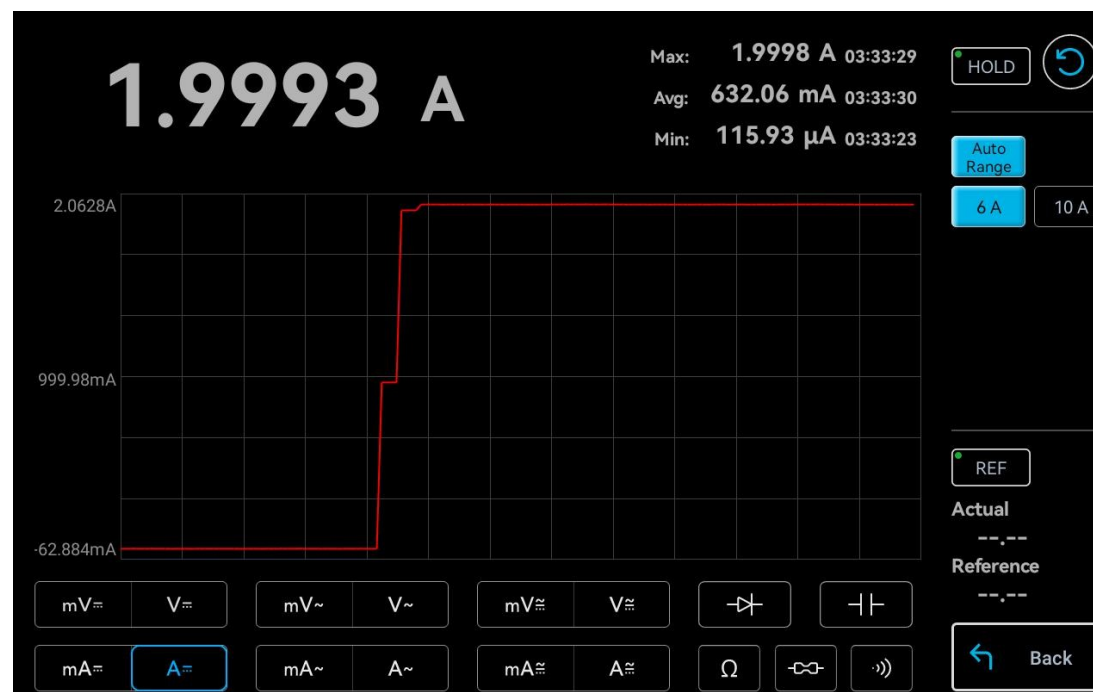

Abbildung 8-9 Gleichstrommessung (A)
Messschritte: Wählen Sie die Gleichstrommessung (A) im Auswahlbereich für Messgrößen „“ aus und aktivieren Sie sie, wie in Abbildung 8-9 dargestellt.